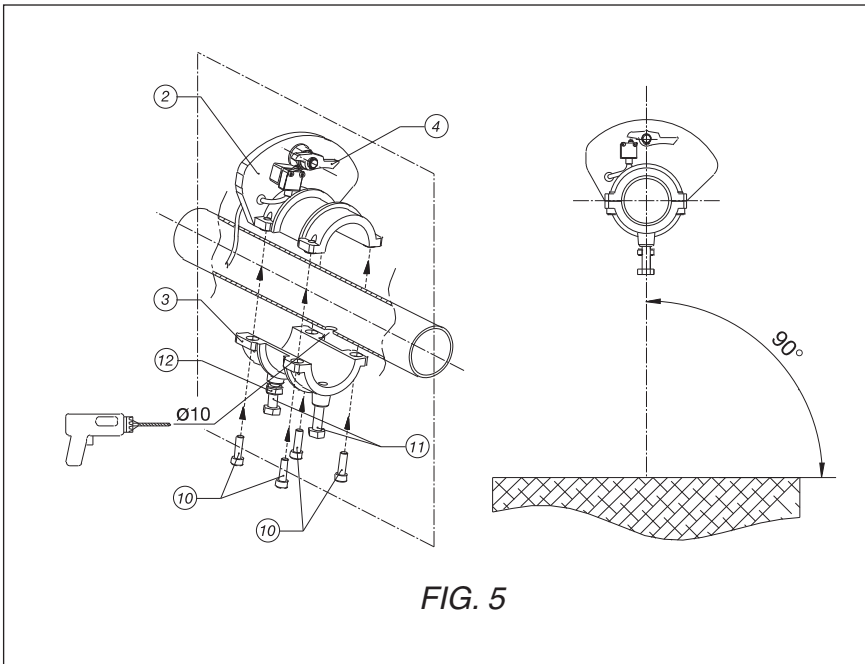

FIG. 5
Ø 10 mm de façon que à la phase suivante de montage du corps central [le pivot de l'encliquetage (4) soit positionné le plus haut possible et que son axe soit contenu dans un plan passant par l'axe de l'arbre du rideau et perpendiculaire au sol (voir fig. 5);
- 6) Enclencher le corps supérieur (2) et le corps inférieur (3) avec les quatre vis à tête cylindrique M8 (10) enlevées précédemment;
- 7) Visser (avec clef de 17 mm) la vis à tête hexagonale M10 (11) sans contre-écrou, et l'introduire à l'intérieur de l'arbre du rideau dans le trou de Ø 10 mm fait précédemment;
5) Elegir el punto sobre el árbol de los cierres metálicos donde se desea instalar el paracaídas y hacer un agujero de Ø 10 mm de manera que en la siguiente fase del montaje del cuerpo central [cuerpo superior (2) e inferior (3)] el perno del soporte de enganche (4) esté situado en el punto más alto y que su eje esté contenido en un plano que pasa por los ejes del árbol de los cierres metálicos y perpendicular al terreno (ver fig. 5);
- 6) Juntar el cuerpo superior (2) con aquel inferior (3) después de quitar los cuatro tornillos con cabeza a cilindro M8 (10);
- 7) Atornillar (con llave de 17 mm) el tornillo con cabeza hexagonal M10 (11) sin tuerca, y hacerlo penetrar hasta el interno del árbol de los cierres metálicos en el agujero de Ø 10 mm anteriormente realizado;